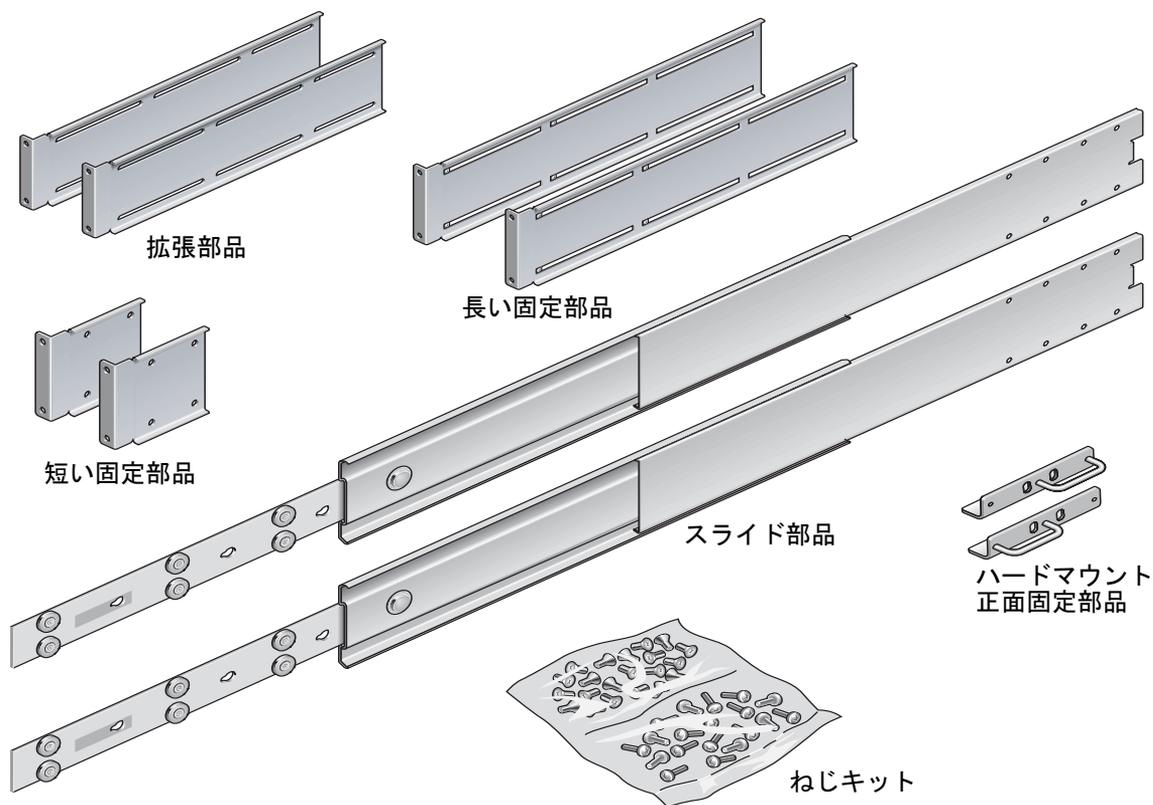

図 3-6 19 インチ 4 ポストのスライドレールキットの内容
1. ラックキットからハードマウント固定部品と M5×8 mm プラスの皿頭ねじを取り出します (図 3-6 を参照)。
3. ラックキットから Telco スライド部品を取り出します (図 3-6 を参照)。
6. ラックマウントキットから短い固定部品と長い固定部品を取り出します (図 3-6 を参照)。